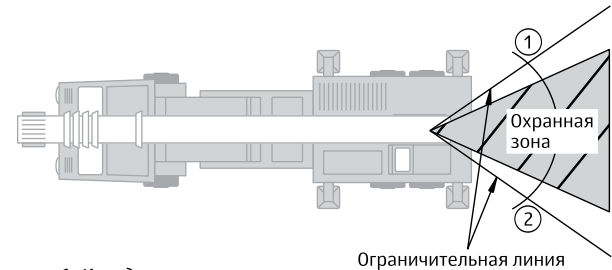

Рисунок 6. Координатная защита «Поворот влево», «Поворот вправо»
- «поворот влево», «поворот вправо» (рисунок 6).